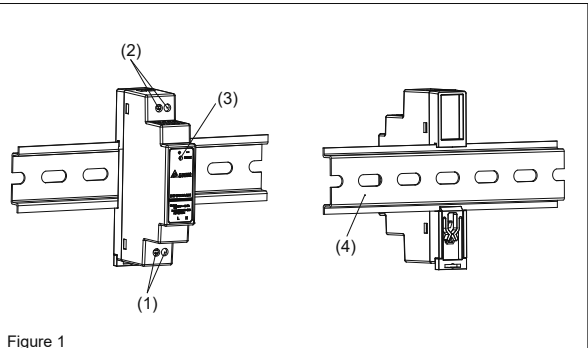
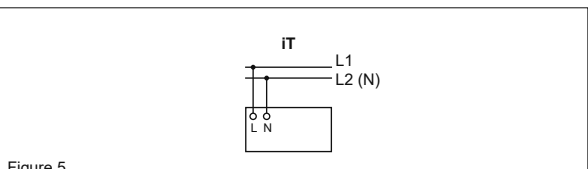

Figure 1
Figure 5
### 2. Gerätebeschreibung (Abb. 1)
#### 4.1. Anschluss der Eingangsklemmen (Abb. 1, Abb. 5)
Verwenden Sie die Eingangsklemmen L und N (Schutzleiter), um den 100-240Vac-Anschluss herzustellen. Abb. 5 zeigt den Anschluss an die unterschiedlichen Netztypen.
#### 4.2. Anschluss der Ausgangsklemmen (Abb. 1 (2))
Verwenden Sie die Schraubklemmen „+“ und „-“, um den 24Vdc-Anschluss herzustellen. Am Ausgang stehen 24Vdc zur Verfügung. Die grüne LED „DC OK“ zeigt die korrekte Funktion des Ausgangs an (Abb. 1 (4)). Das Gerät verfügt über einen Kurzschluss-, Überlast- und Überspannungsschutz, der auf 34.8Vdc begrenzt ist.